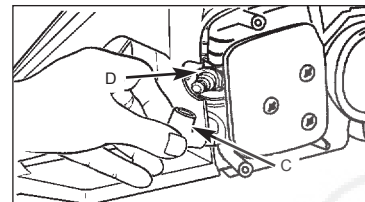

Fig. 18
3. Maak de lasdop (C) van de bougie (D) los door tegelijk te trekken en te draaien (Fig. 18).